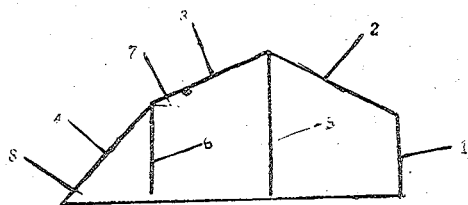

图5 双斜面温室
**双斜面温室** 双斜面温室也叫改良式温室。南面的一面玻璃屋面改为两折双斜面，下玻璃屋面角度45度，上玻璃屋面角度26度。由于上玻璃屋面角度小，温室内中午温度较其它类型温室低，通风排湿容易，但保温效果较差，属中温温室型，适于栽培番茄或育苗（见图5）。